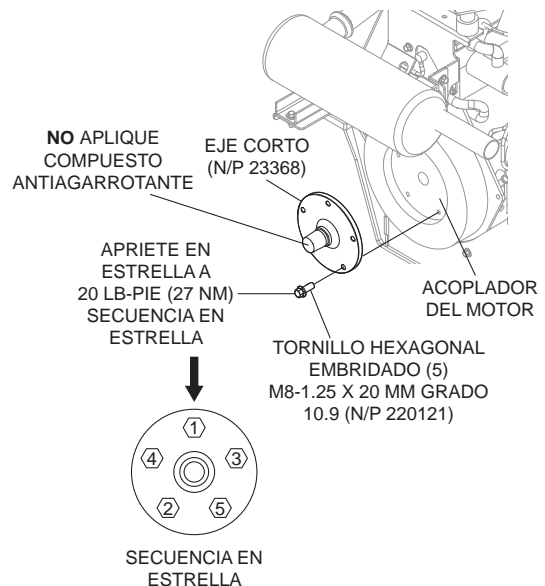

Figura 13. Instalación del eje corto
3. Use un cubo de 13 mm para instalar el **nuevo** eje corto, N/P 23368, con tornillos hexagonales embreados M8-1.25 x 20 mm (5), N/P 22021, en el acoplador del motor. Aplique Loctite azul (N/P 1477). **NO** aplique compuesto antiagarrotante al eje corto. Vea la Figura 13.
4. Apriete **en estrella** los tornillos de montaje del eje corto a 20 lb-pie (27 N•m). Vea la Figura 13.